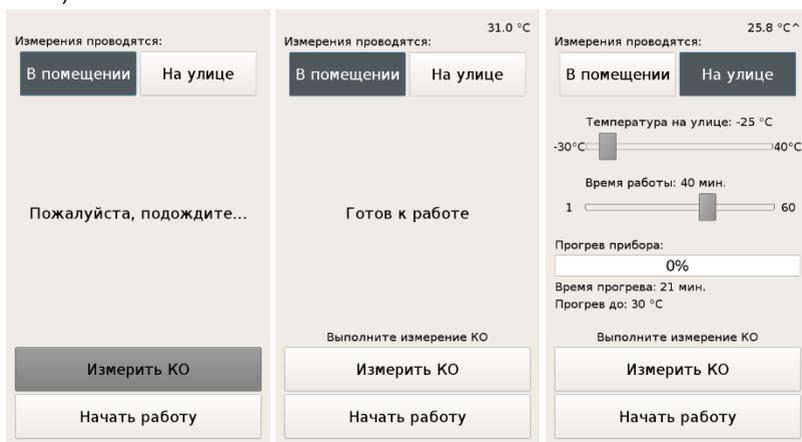

Рисунок 2 Выбор условий эксплуатации
- с помощью перемещения ползунков на экране, выбрать примерную температуру на улице и планируемое время измерений (Рисунок 2);
4.1.2. После включения питания на ЖК-индикатор выводится окно выбора условий эксплуатации прибора (в помещении или на улице - Рисунок 2).